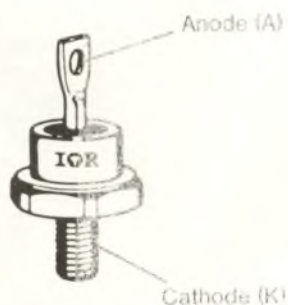

Fig. 3 : Diode de redressement.
Vu l'importance du transformateur, les diodes choisies permettent le passage d'un courant direct de 15 A. Ce sont des 1N 3209 d'International Rectifier (photo 2). Les deux électrodes, anode (A) et cathode (K), sont repérées sur la figure 3. Pour respecter le schéma de la figure 1b, les deux diodes sont boulonnées sur un radiateur à ailettes qui assure leur refroidissement. Les deux cathodes sont donc couplées ensemble et les anodes sont réunies aux deux demi-secondaires du transformateur par du fil souple isolé de section 1,5 mm² muni de cosses aux deux extrémités.